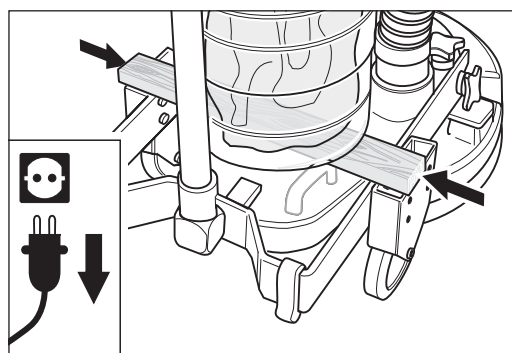

Fig. 28 Placez une baguette entre le réservoir de sac à poussière et le châssis.
- 5 Placez une réglette d'env. 22 mm d'épaisseur (p. ex. lame de parquet) entre le réservoir de sac à poussière fermé et le châssis. Le réservoir du sac à poussière ne peut ainsi pas tomber vers le bas lors du démontage ultérieur du recouvrement supérieur du boîtier du filtre (fig. 28).